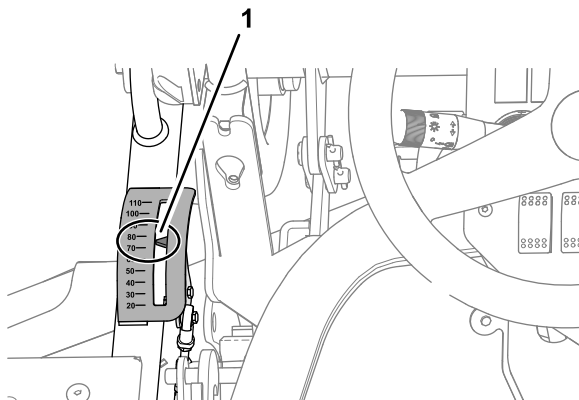
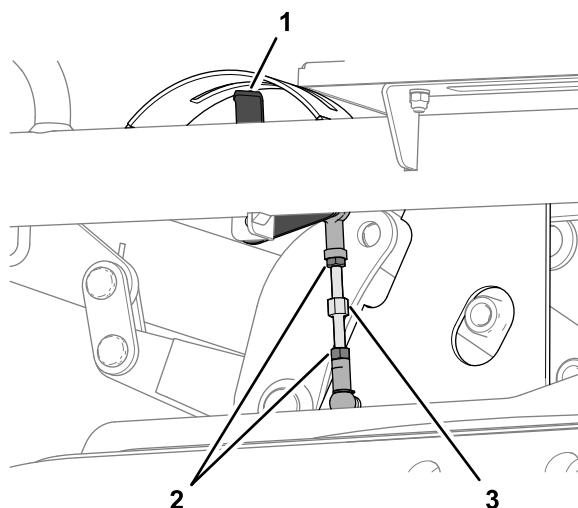

図 130
図 131
2. 運転席に座って刈高インジケータの示す位置を調べる 図 130。
A. 刈高リンクを固定しているジャムナット 2 個をゆるめる 図 131。
B. 運転席から見たときにポインタが 75 mm を指すように、リンクを回して調整する 図 130 と 図 131。
C. ジャムナット 2 個を締める 図 131。